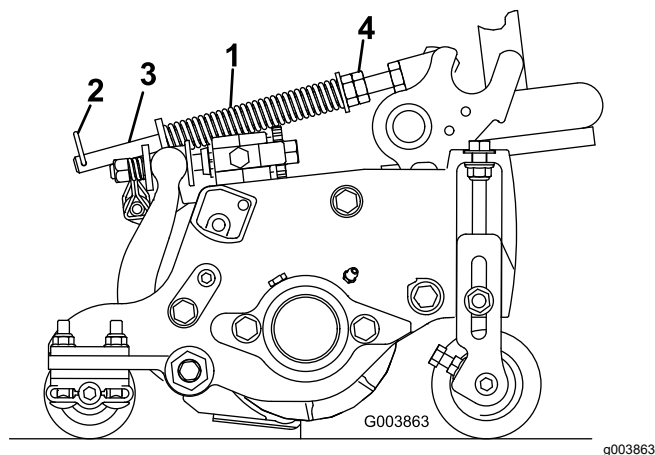

Bild 53
Die Rasenkompensierungsfeder (Bild 53) verlagert das Gewicht von der Frontrolle zur Heckrolle. Dies reduziert ein Bobbing genanntes Wellenmuster auf der Grünfläche.
1. Stellen Sie sicher, dass der Splint in das hintere Loch in der Federstange eingesetzt ist (Bild 53).
2. Ziehen Sie die Sechskantmuttern vorne an der Federstange an, bis die komprimierte Länge der Feder 15,9 cm beträgt, siehe Bild 53.